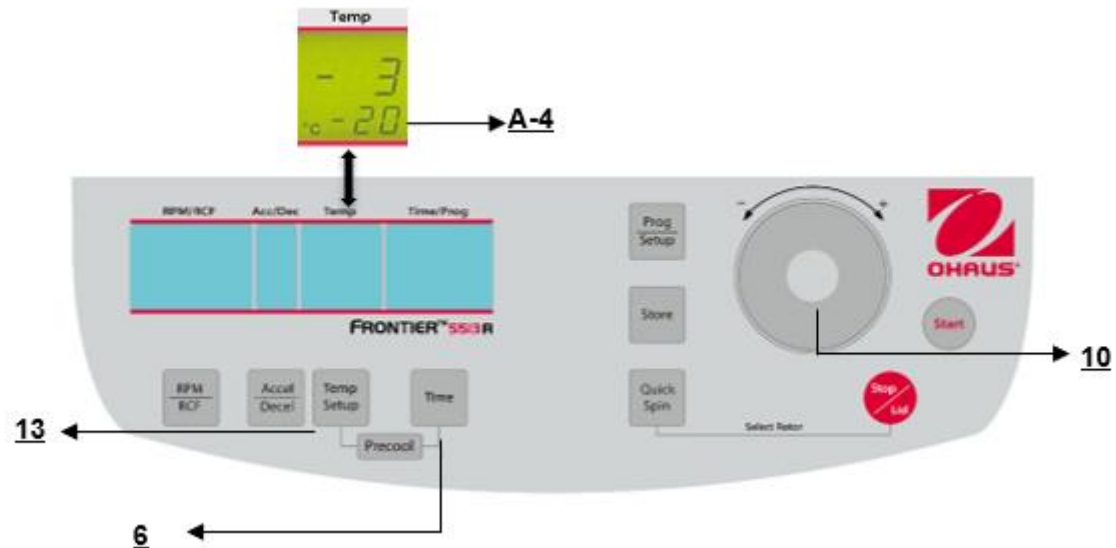

Figure. 17
3. Le fonctionnement en continu "**cont**" peut être interrompu avec la touche "**Stop/Lid**" (9) (voir la figure 17).